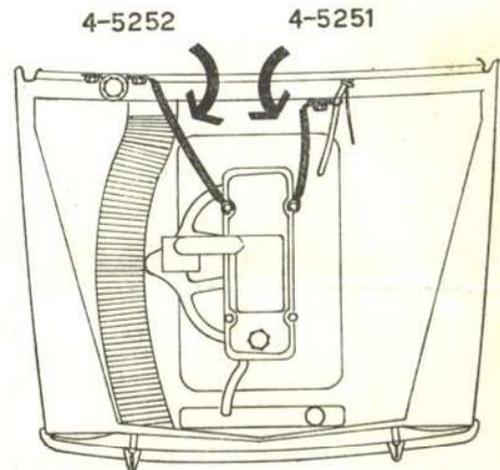

Fig. 5
- 7) Installare le calze di massa (V. fig. 5) fornite a corredo, per stabilire un sicuro collegamento tra la testata del motore e la parete paraframma. Lo schermaggio sopra descritto è tale da garantire un funzionamento soddisfacente del ricevitore anche su stazioni deboli; in tal caso sintonizzando su una stazione di intensità tale che il fruscio sia appena percepibile, l'intensità dei disturbi è talmente attenuata da consentire una buona audizione per qualsiasi regime di giri del motore.